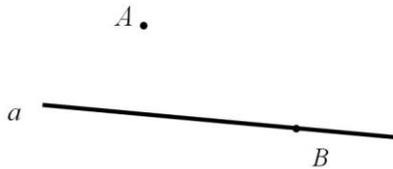

Рис. 13.
2) Через три точки A , B и C проведите окружность. Через точку E постройте касательную к этой окружности (рис.13).